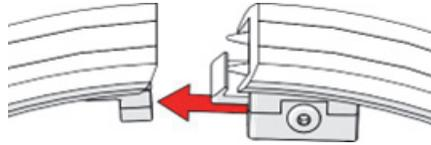

Figure 1-21 Fermeture du loquet
3. Reliez les deux extrémités de la bande en les pressant l'une contre l'autre pour actionner le loquet (Figure 1-21 à la page 42).